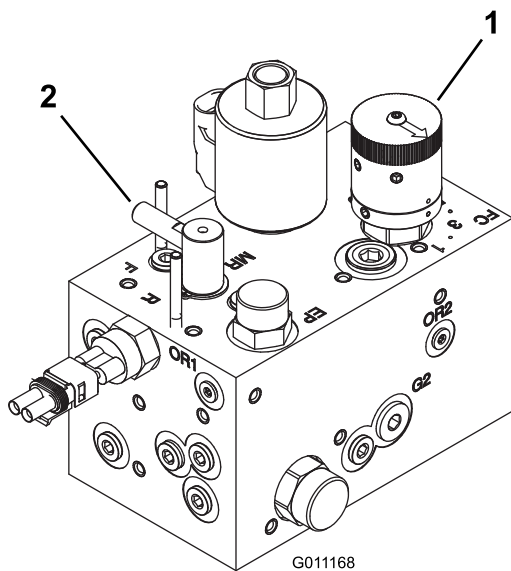

Bild 39
3. Drehen Sie das Spindeldrehzahlhandrad (Bild 39) auf die Zahl, die Sie in Schritt 1 ermittelt haben.